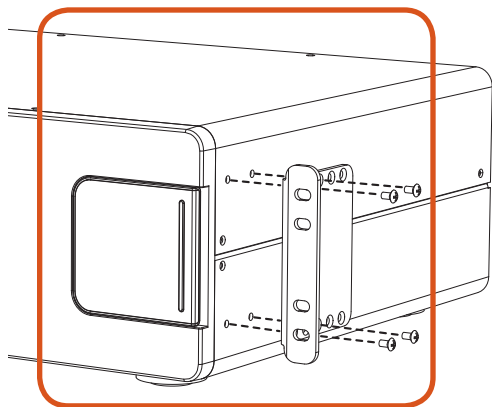

Fig. 1
- D. Monte o suporte na zona lateral da consola de alimentação (fig. 1). Deve utilizar pelo menos quatro parafusos para montar cada um dos suportes.